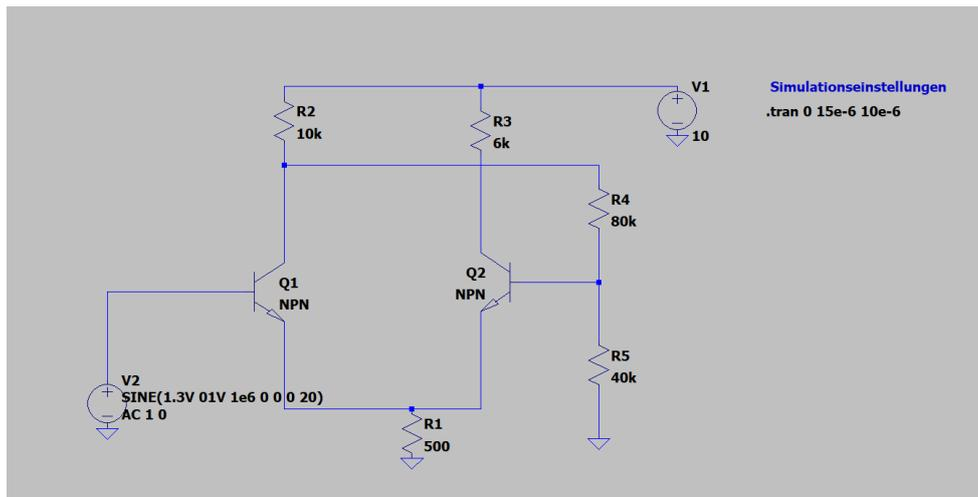

Abbildung 5
e) Abb. 5 zeigt die Schematics für die Simulation.